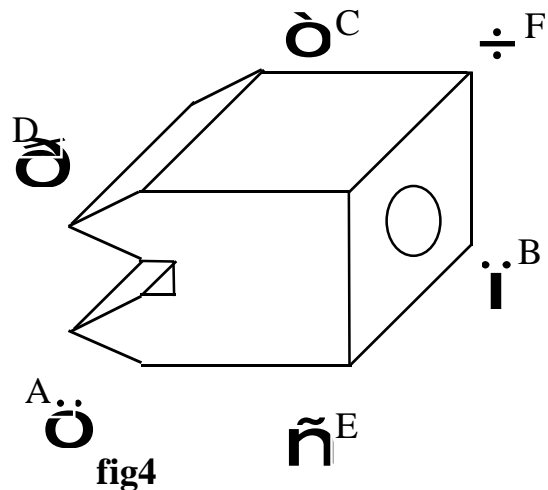

fig4
* Au maximum l'observateur peut occuper six positions repérées **A,B,C,D,E** et **F** (fig4).